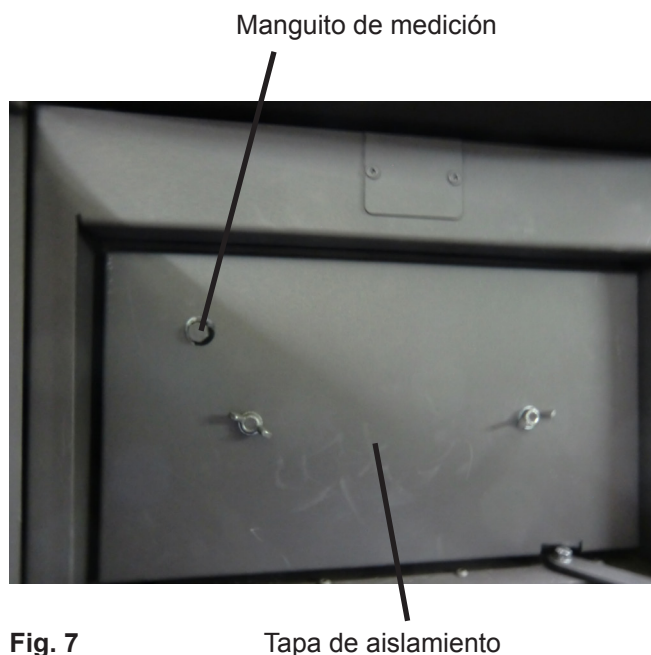

Fig. 7
- Desatornille la tapa de aislamiento sobre la abertura del hogar (2 tuercas mariposa, fig. 7).